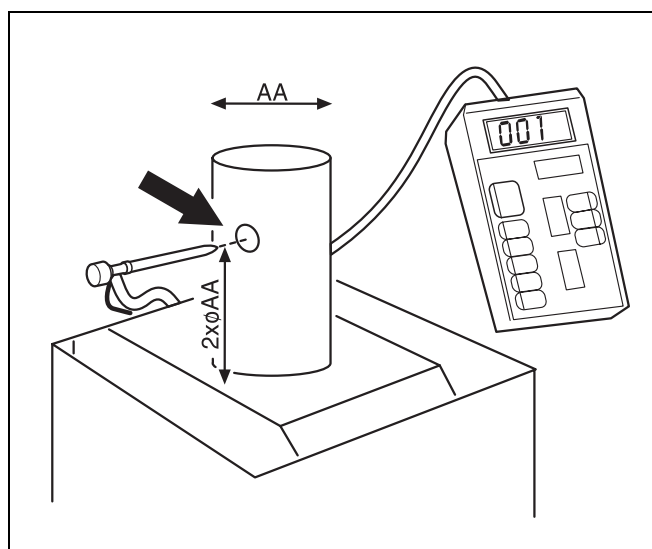

fig. 33 Points de mesure du tube d'évacuation des fumées
- Percer un trou dans le tube d'évacuation des fumées à environ $2 \times \varnothing AA$ (raccordement de l'évacuation des fumées) après le raccordement d'évacuation des fumées (fig. 33).